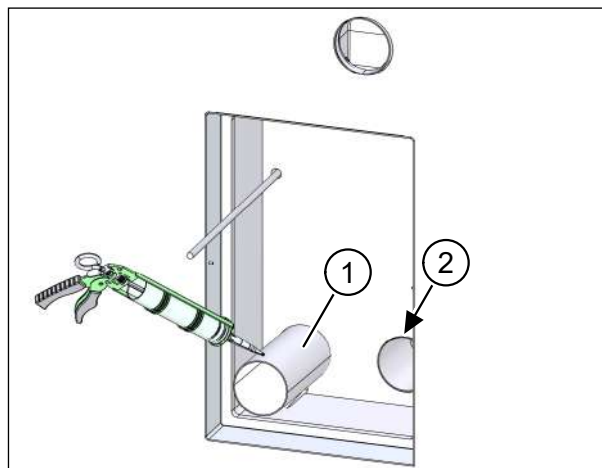

Fig. 71: Inserimento e fissaggio dei tubi dell'aria
- ▶ Applicare sigillante elastico durevole alla guaina esterna dei tubi dell'aria (pos. 1 nella Fig. 71).
- ▶ Spingere i due tubi dell'aria nelle aperture del set di montaggio con dei movimenti rotatori in modo che siano a livello con il lato interno del set di montaggio (pos. 2 nella Fig. 71).